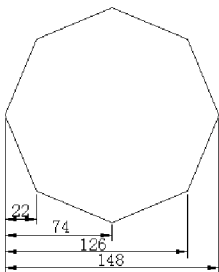

图 3.28 基线标注效果
③ 基线(B): 在命令提示区中输入“B”,以基线式标注作为快速标注方式。基线标注效果如图 3.28 所示。